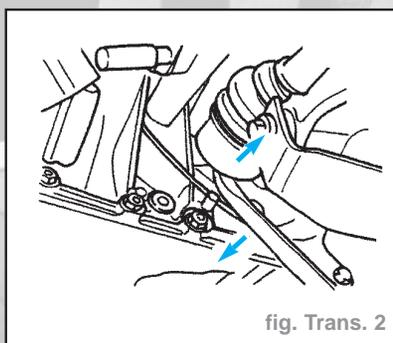

fig. Trans. 2
- Déposer l'arbre de roue de la boîte : engager un levier entre le carter de la transmission et le joint de cardan intérieur. Tirer la roue vers l'extérieur au maximum, puis frapper un coup sec de la paume de la main sur le levier pour déboîter l'arbre de roue (fig. Trans. 2).
- Extraire l'arbre de roue gauche (fig. Trans. 2).